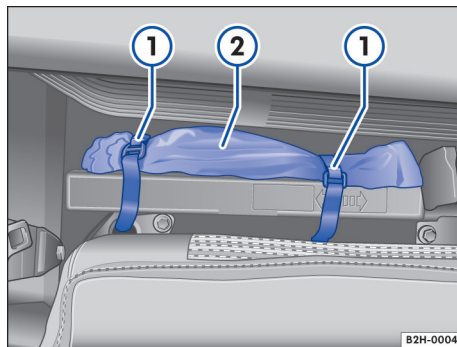

Fig. 154 Detrás del respaldo del asiento trasero: bolsa con herramientas de a bordo.
2. Suelte los cierres de velcro → fig. 154 ① y retire la bolsa ②.